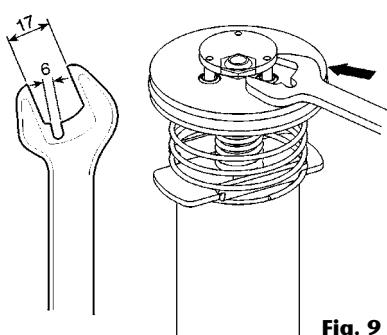

Fig. 9
2. Procéder au contrôle du ressort supérieur (3) ainsi que de la butée de ce dernier (4) qui se trouvent dans la cassolette. Remplacer ces pièces si nécessaire.
3. Démonter l'anneau de sécurité (20) inférieur et le silencieux (19) et rondelles (18), et tirer l'ensemble inverseur vers le haut jusqu'à ce que l'orifice du piston (10) soit visible et ce, au niveau où le silencieux a été enlevé. Introduire une baguette en acier (8 mm) dans l'orifice du piston pour bloquer ce dernier.
4. Desserrer l'ensemble inverseur (5) à l'aide d'une clé fixe de 17 mm (voir fig. 9).